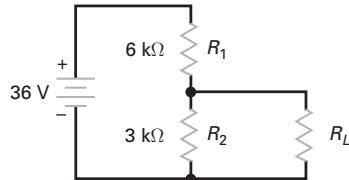

Figura 1-19
- 1-12** Qual é o valor da tensão de Thevenin na Figura 1-19? E o valor da resistência de Thevenin?
- 1-13** Use o Teorema de Thevenin para calcular a corrente de carga na Figura 1-19 para cada valor de resistência de carga a seguir: $0, 1\ k\Omega, 2\ k\Omega, 3\ k\Omega, 4\ k\Omega, 5\ k\Omega$ e $6\ k\Omega$.
- 1-14** A fonte de tensão da Figura 1-19 foi diminuída para 18 V. O que acontecerá com a tensão de Thevenin? E com a resistência de Thevenin?
- 1-15** Se todas as resistências na Figura 1-19 tiverem seus valores dobrados, o que acontecerá com a tensão de Thevenin? E com a resistência de Thevenin?
- 1-18** Qual é o circuito equivalente de Norton para a Figura 1-19?
- 1-19** Suponha que a tensão na carga da Figura 1-19 seja de 36 V. O que está errado com o resistor R_1 ?
- 1-20** A tensão na carga da Figura 1-19 é zero. A bateria e a resistência de carga estão OK. Imagine dois defeitos possíveis para este circuito.
- 1-21** Se a tensão na carga for zero na Figura 1-19 e todos os resistores estiverem normais, que defeito pode estar ocorrendo?
- 1-22** Na Figura 1-19, R_L é substituído por um voltímetro para medir a tensão em R_2 . Qual deve ser o valor da resistência interna do voltímetro para evitar o efeito de carga?
- 1-30** Projete um divisor de tensão (similar ao da Figura 1-19) que tenha estas especificações: a tensão da fonte ideal de 30 V, a tensão com a carga aberta de 15 V, a resistência de Thevenin igual ou menor que 2 k Ω .
- 1-31** Projete um divisor de tensão como o da Figura 1-19 de modo que ele possa ser considerado quase ideal com 10 V para todas as resistências de carga maior que 1 M Ω . Use uma tensão ideal de 30 V.